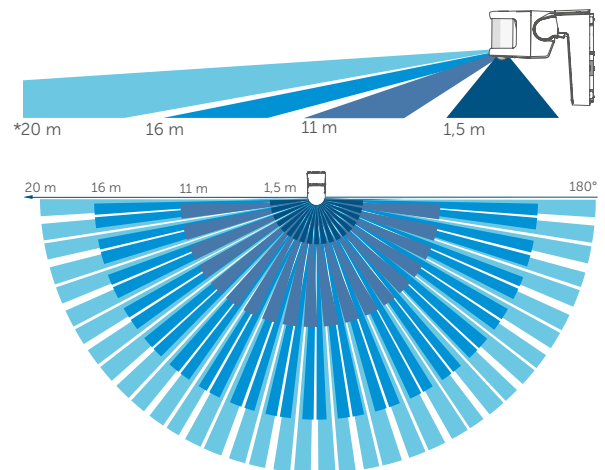

Figura 3
-  La lente del detector de movimiento dispone de varios niveles de detección, con 12 segmentos cada uno. Esto permite un alcance de hasta 20 m con un ángulo de apertura de 180°. El alcance total posible se puede ver en la figura 3.